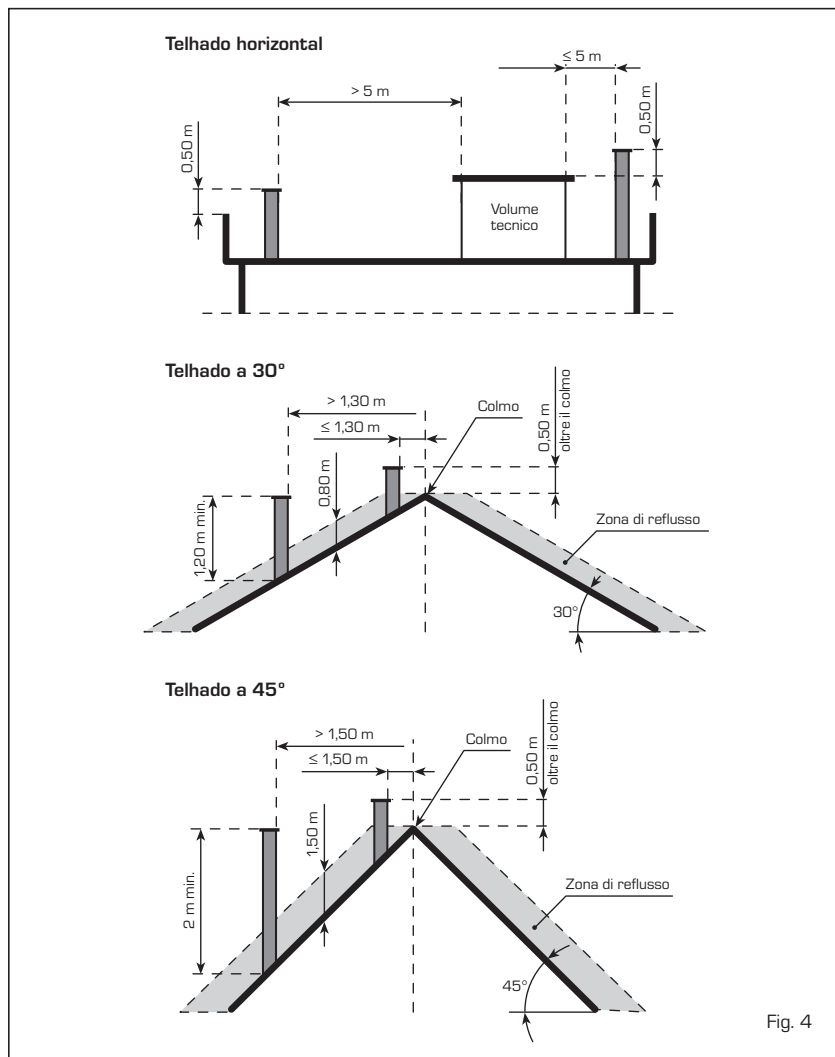

Fig. 4
- ter no cima um fumeiro, cuja saída deve encontrar-se fora da chamada zona de refluxo de modo a evitar a formação de contra-pressões que impeçam a saída livre dos produtos da combustão para a atmosfera. Portanto é necessário que sejam respeitadas as alturas mínimas indicadas na Fig. 4;